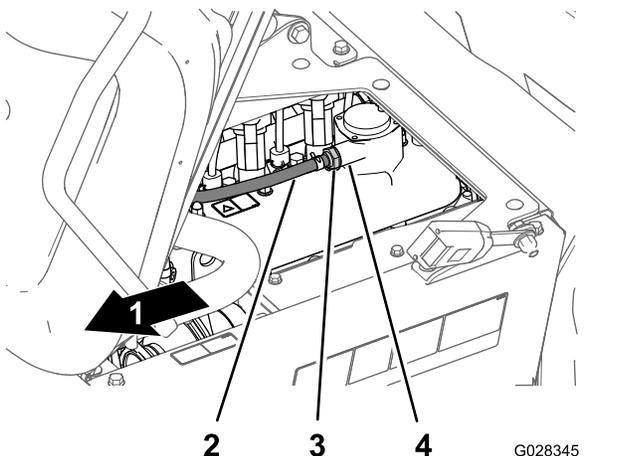

Bild 76
Hinweis: Wenn die innere Drossel des Ventils klappert, ist das PCV-Ventil funktionsfähig; wenn die innere Drossel beim Schütteln nicht frei klappert, muss das PCV-Ventil ausgetauscht werden (Bild 76).
4. Setzen Sie das PCV-Ventil ein, bis es vollständig in der Dichtung am Anschlussstück am Ventildeckel sitzt (Bild 76).
2. Entfernen Sie das PCV-Ventil vom Anschlussstück des Ventildeckels (Bild 76).